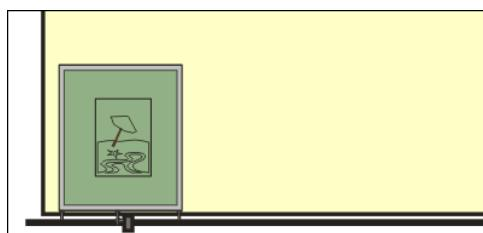

Imagen 523_02
- 2- Se coloca la matriz con sus pernos en contacto con el riel y el primer topo (Imagen 523_02).